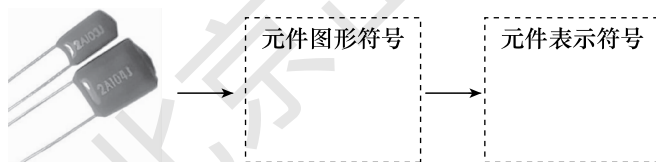

图 1-17 涤纶电容
(11) 如图 1-17 所示, 将涤纶电容的图形符号、表示符号填入对应方框中。